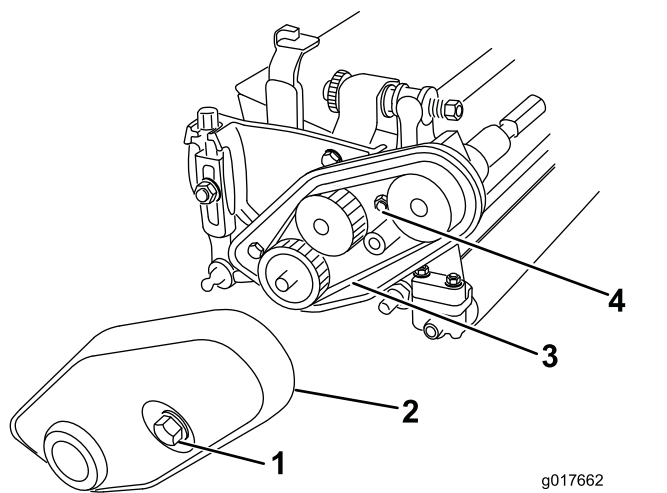

图6
1. 旋松将皮带罩固定至滚刀组的固定螺栓直至拆下皮带罩**图6**。
2. 旋松皮带拉紧螺母然后拆下皮带**图6**。
- C. 安装皮带紧固皮带拉紧螺母图 6。
- D. 安装皮带罩紧固固定螺栓图 6。